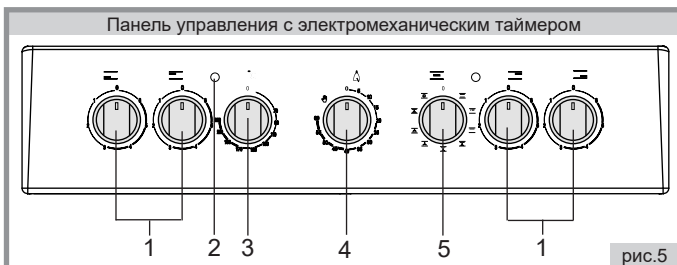

рис.5
■ На рисунке панели управления (рис.5) присутствуют элементы комфорта, которые могут присутствовать на панелях различных моделей плит. Для Вашей плиты перечень элементов комфорта указан в таблице комфорта моделей плит на обложке настоящего руководства.